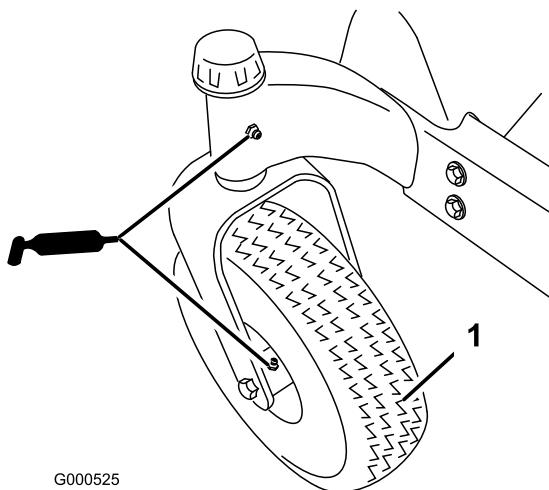
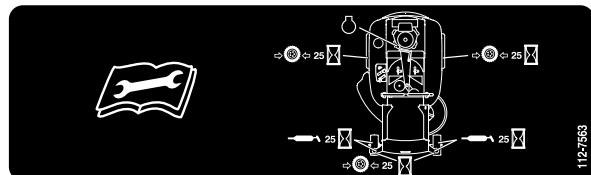

Figura 29
Figura 30
Ingrassate i perni delle ruote orientabili anteriori e le ruote (Figura 29).
3. Pulite i raccordi d'ingrassaggio (Figura 29 e Figura 30) con un cencio, e togliete eventuali tracce di vernice davanti ai raccordi.
4. Collegate un ingrassatore a pressione a ciascun ingrassatore (Figura 29 e Figura 30). Pompatate del grasso nel raccordo finché non inizia a fuoriuscire dai cuscinetti.